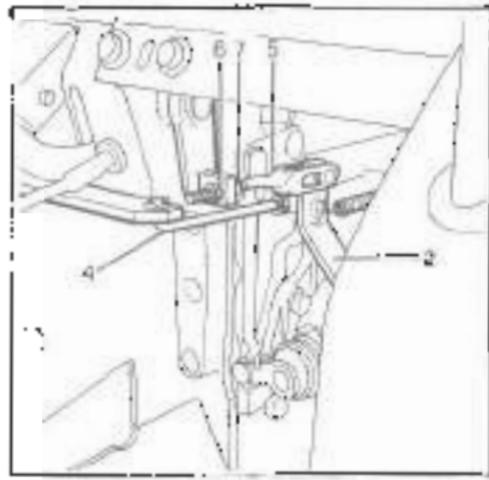

Fig. 20 · Bild 20
La regolazione dei tiranti destro e sinistro (5) del freno a mano, deve essere effettuata contemporaneamente a la regolazione dei freni di servizio sopradetta. Procedere nel modo seguente (vedete la fig. 20):
1. Allentare il controdado (6) in prossimità della leva di comando apertura ceppi (2).
2. Avvitare il dado di regolazione (7) fino ad ottenere la stessa registrazione del pedale freno di servizio (4).
3. Serrare nuovamente il controdado (6).
The hand brake left and right rods must be adjusted at the same instant as the service brakes. The adjusting procedure is as outlined (see fig. 20):
Le réglage des tringles droite et gauche (5) du frein à main doit se faire en même temps que la mise au point des freins de service. Procéder comme indiqué (voir fig. 20).
1. Desserrer le contre-écrou (6) à proximité du levier d'ouverture des sabots (2).
2. Serrer l'écrou (7) jusqu'à ce que le même réglage de la tringle du frein de service (4) ne soit obtenu.
3. Ré-serrer le contre-écrou (6).
Die Einstellung der Steuergestänge rechts und links (5) der Handbremse muss gleichzeitig mit der Einstellung der obangeführten Bedienungsbremsen durchgeführt werden. Wie folgt verfahren (siehe Bild 20):
1. Die Gegenmutter (6) nahe dem Steuerhebel zum Öffnen der Bremsbacken (2) lösen.